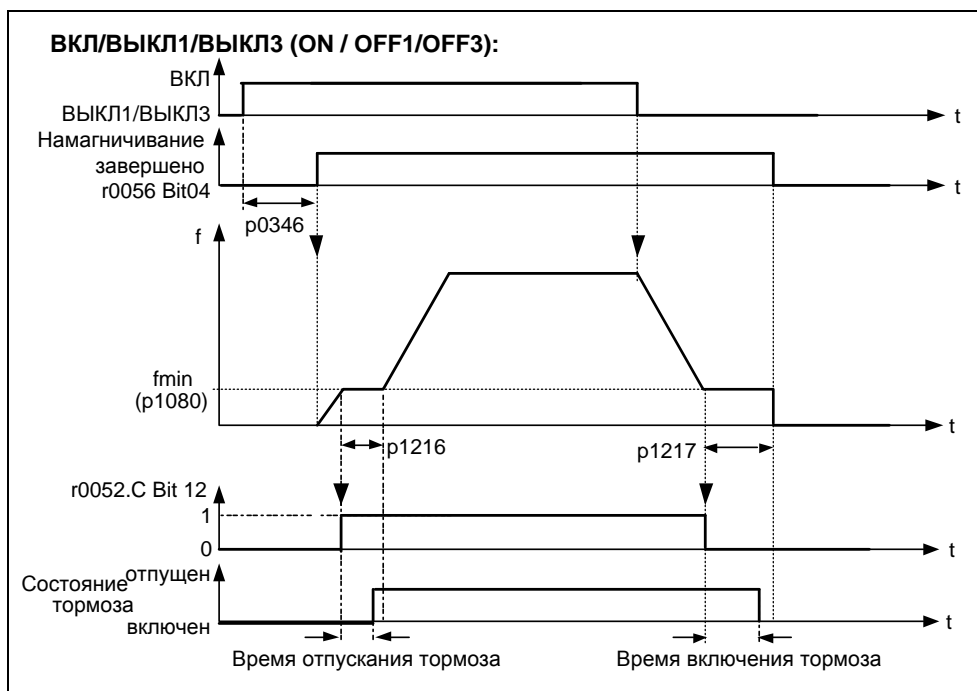
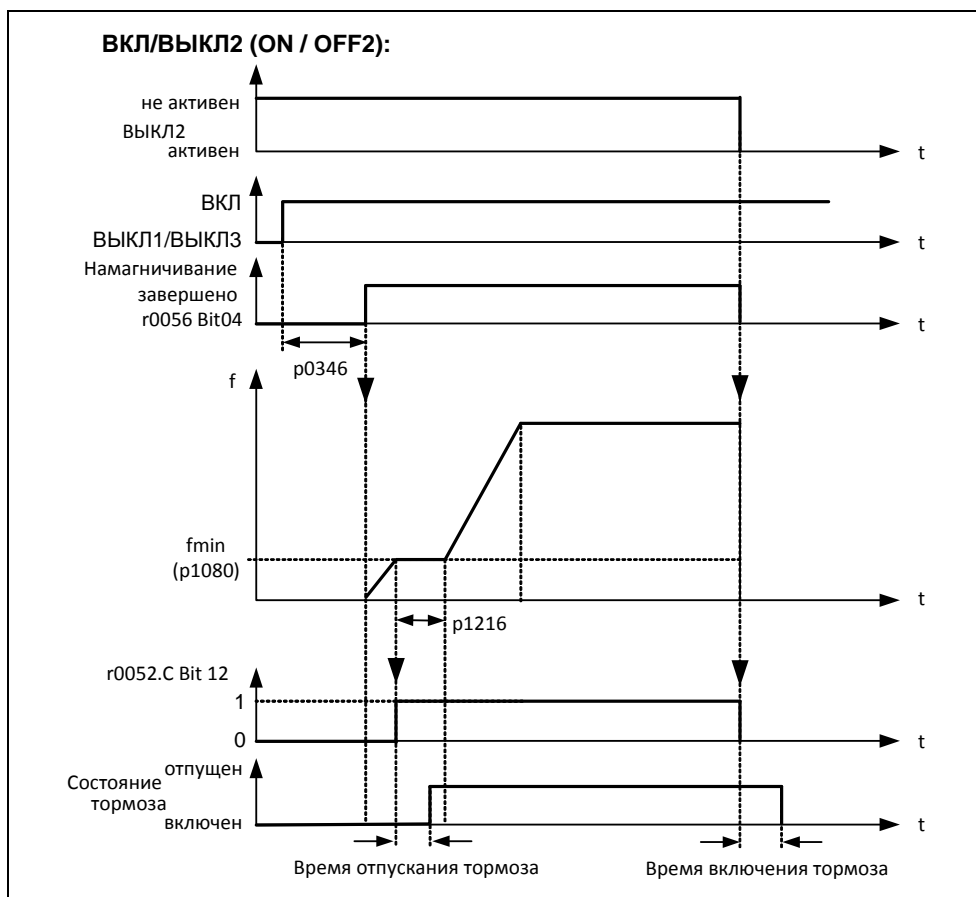

Рис. 3-68 Стояночный тормоз двигателя после ВКЛ / ВЫКЛ1
Рис. 3-69 Стояночный тормоз двигателя после ВЫКЛ2
Перед отпуском тормоза необходимо снять запрет импульсов и подать ток, удерживающий привод в текущей позиции. При этом подводимый ток определяется мин. частотой P1080. Тип значения здесь является ном. скольжение двигателя r0330. Во избежание долгосрочных повреждений стояночного тормоза разрешается включать двигатель только после продувки тормоза (время продувки тормоза 35 мс ... 500 мс). Эта задержка должна быть учтена в параметре P1216 "Задержка разрешения стояночного тормоза" (см. рис. 3-68).
Включение стояночного тормоза инициируется либо через ВЫКЛ1 / ВЫКЛ3, либо ВЫКЛ2. При ВЫКЛ1 / ВЫКЛ3 на двигатель при достижении им мин. частоты P1080 эта частота подается до включения тормоза (время активации тормоза 15 мс ... 300 мс). Длительность задается через параметр P1217 "Время задержки торможения" (см. рис. 3-68). Если же, напротив, следует команда ВЫКЛ2, то, независимо от состояния привода, сигнал состояния r0052 Bit 12 "Стояночный тормоз двигателя активен" сбрасывается. Т.е. тормоз активируется сразу же после ВЫКЛ2 (см. рис. 3-69).
- ◆ Для отпускания/включения цифровой выход в точке 1/2 (см. рисунок 3-68) управляет стояночным тормозом двигателя. Условием является активация стояночного тормоза двигателя P1215 и выбор стояночного тормоза двигателя для цифрового выхода.